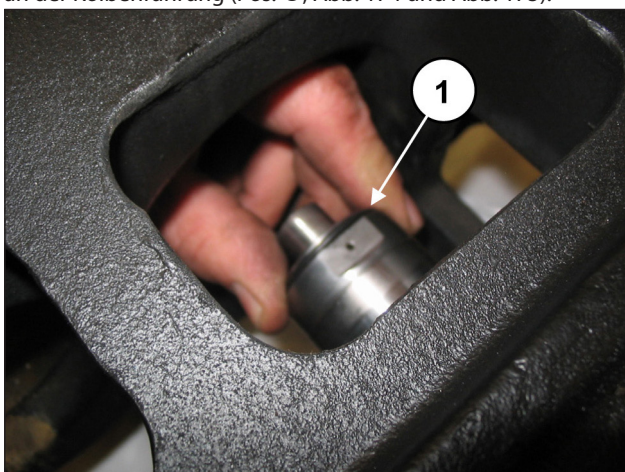
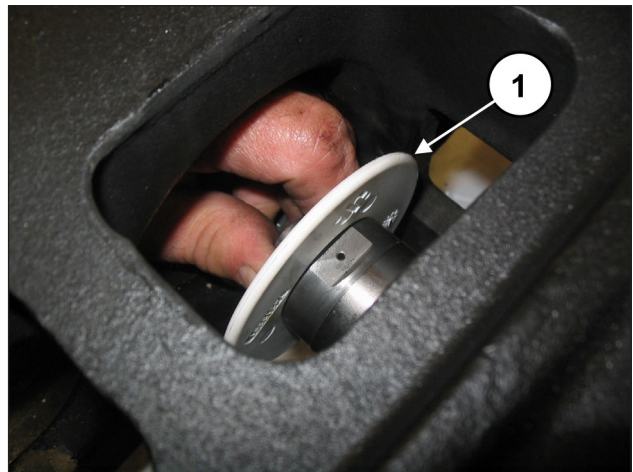

Abb. 174
Abb. 175
Eichen Sie die Schrauben mit einem Drehmomentschlüssel, wie in Kapitel 3 gezeigt. Montieren Sie den Spritzschutz samt O-Ring in die Aufnahme an der Kolbenführung (Pos. ①, Abb. 174 und Abb. 175).